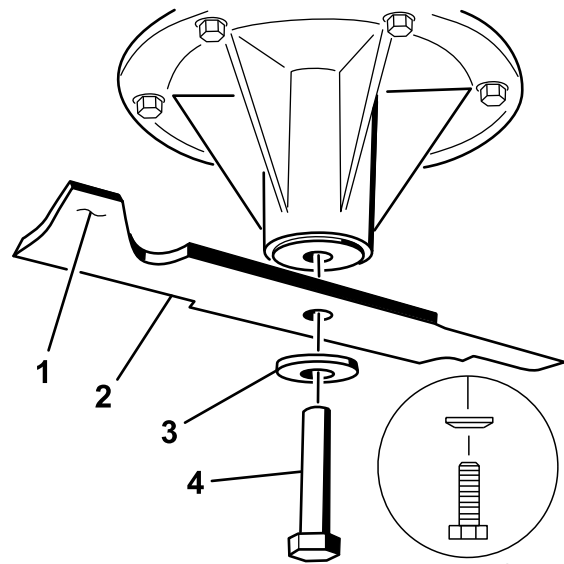

図 83
2. スピンドルのシャフトからブレードボルト、湾曲ワッシャ、ブレードを取り外す(図 83)。
- もし傾くようなら、重い方の裏面を少し削って調整する 図 83。